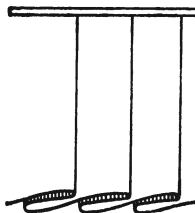

Рис. 185
- Перегните правый край полосы 2 и совместите сгиб со сгибом полосы 1 по той же пунктирной линии (как на рис. 185).
Если ваша работа выполнена правильно, то складки должны выглядеть, как на рис. 185. Лицевые стороны складок должны быть идентичны складкам предыдущего примера, и лекало должно полностью совпадать с подготовительным лекалом 187.